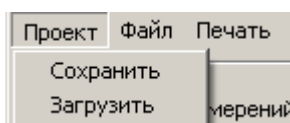

Рисунок 22. Элемент меню «Проект»
1) Элемент меню «Проект» предназначен для сохранения данных незаконченной поверки, чтобы продолжить измерения в дальнейшем. Также есть возможность загрузки ранее сохраненных данных поверки. Содержит следующие элементы (см. рисунок 22):